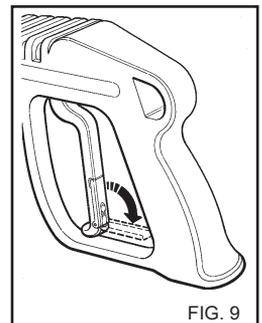

FIG. 9
- Когда моечная установка не используется, заблокируйте курок пистолета (Рис. 9).